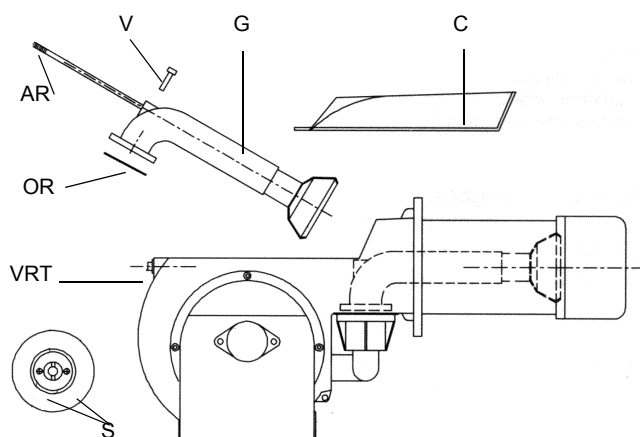

Fig. 38
- Desmontaje, limpieza y control del cabezal de combustión (véase Fig. 38).